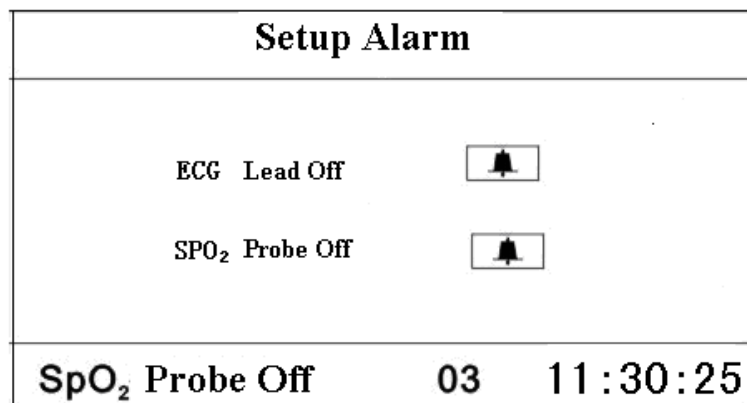

Figure 4.3 Page du menu rapide de réglage de l'alarme
- Touche “” : appuyer rapidement (environ 1 seconde) sur cette touche pour activer ou désactiver temporairement le mode silencieux de l'alarme. Appuyer longuement sur la touche pour accéder au menu rapide, tel qu'indiqué dans la figure 4.3. Si les options “ECG Lead off” et “SpO₂ Probe off” ne sont pas désactivées manuellement après que l'alarme ait duré 5 minutes, le système activera l'état d'alarme silencieux.